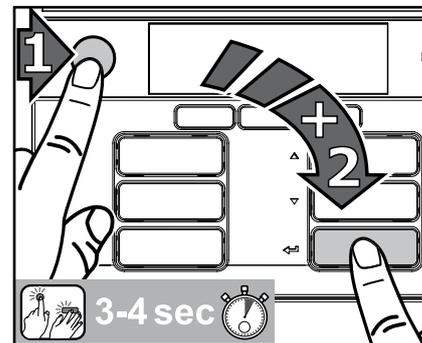

図24
1. まずストップキーを押し、次にエンターキー ◀ を押し、両方のキーを同時に3~4秒間押し続け、清掃モードに入ってください（図24）。